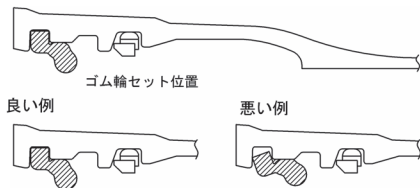

図13 ゴム輪の装着例
- (3) ゴム輪装着後プラスチックハンマでゴム輪を受口内面になじませるようにたたく。さらに、ゴム輪内面を指で触り、部分的な浮き上がりが無い事を確認する。(図13参照)